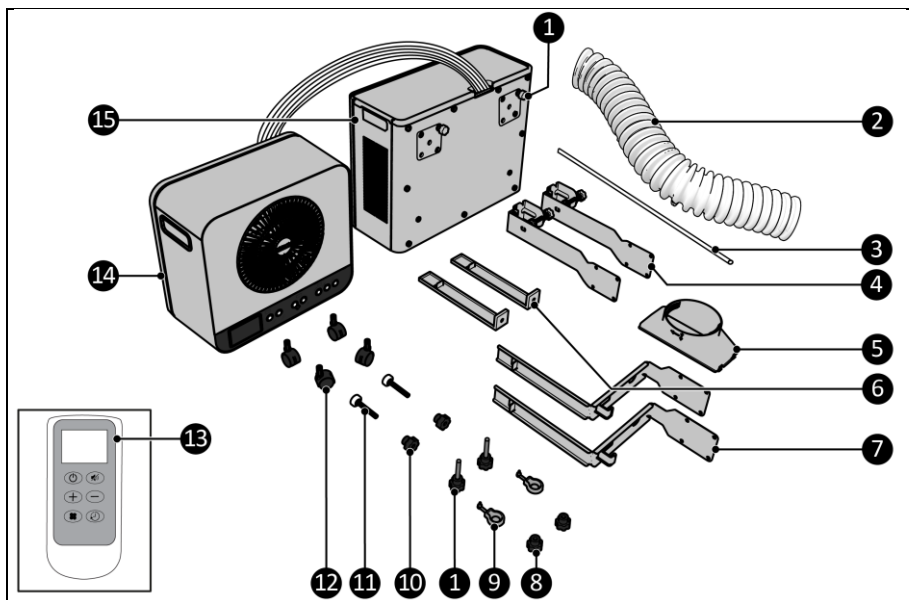
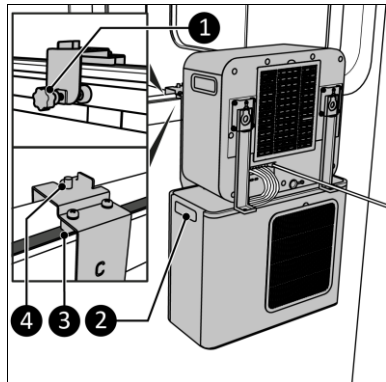

Abbildung 2
Abbildung 9
Bei diesem EUROM-Gerät handelt es sich um eine benutzerfreundliche tragbare Wohnwagen- und Heimklimaanlage (Abbildung 2). Es ist für den Einsatz im Wohnwagen oder Wohnmobil sowie für den Innenbereich zu Hause geeignet. Das Gerät sorgt für kontinuierliche Kühlung und erzeugt Kondenswasser.
9. Platzieren Sie die komplette Einheit an den seitlichen Griffen des Außengeräts (Abbildung 9, Pos. 2) im Fenster. Stellen Sie sicher, dass sich die grauen Blöcke (Abbildung 9, Pos. 3) in der Fensterdichtung befinden.
10. Ziehen Sie die Schrauben (Abbildung 9, Pos. 1) handfest am Wohnwagen an.
11. Stellen Sie sicher, dass die Schraubkappen (Abbildung 2, Pos. 8) in Reichweite der Gewinde an der Halterung (Abbildung 9, Pos.4) liegen.